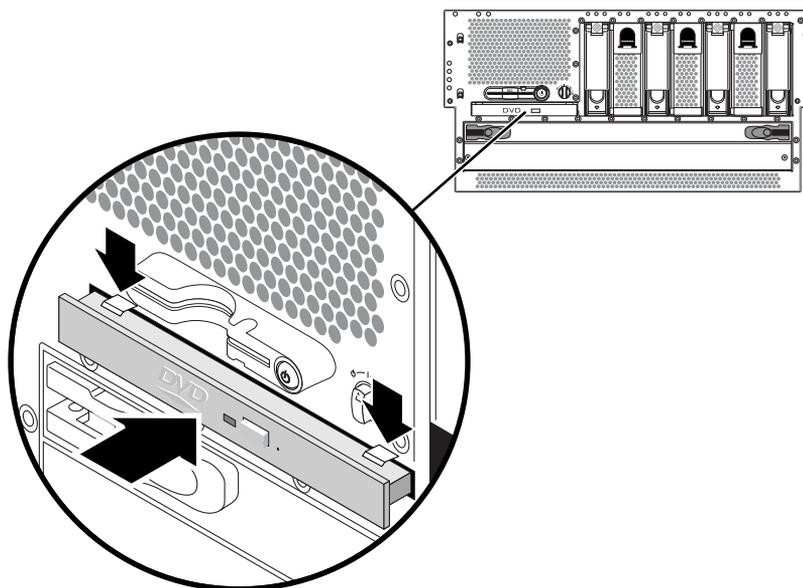

図 A-2 DVD ドライブの取り付け
5. DVD ドライブをシステムに挿入し、DVD ドライブの 2 つの固定用の爪がカチッと音をたてて所定の位置に固定されるまで、スライドさせます (図 A-2)。